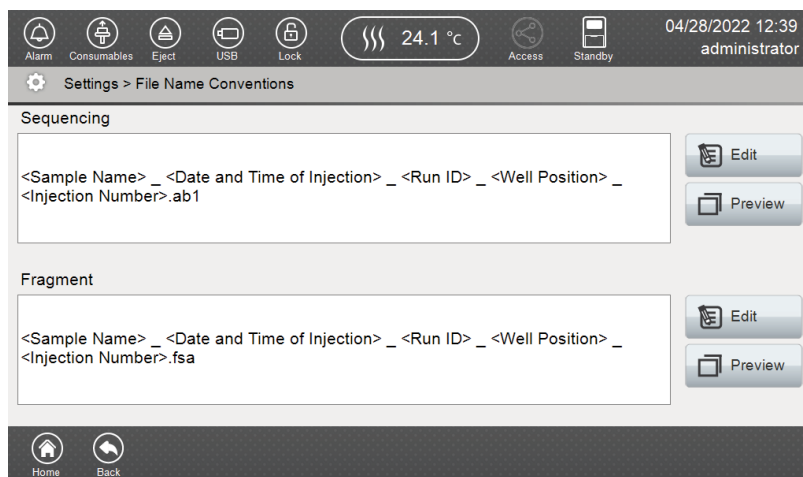

図 173 File Name Conventions 画面
8. File Name Conventions 画面 (図 173) の **Preview** を選択して、属性に加えられた編集を確認してください。